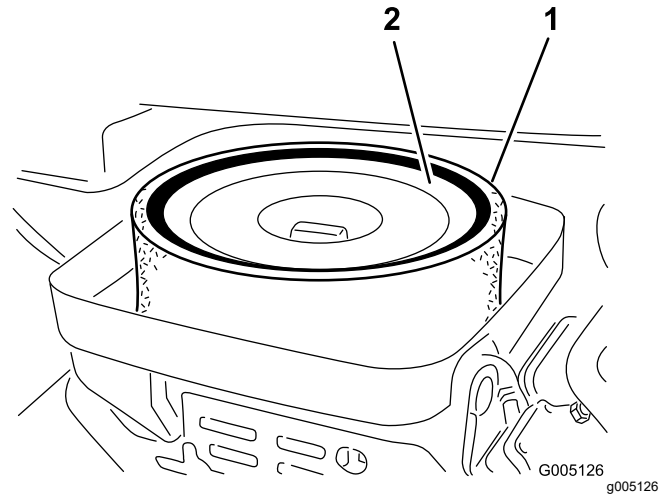

Figura 29
3. Retire la tuerca de orejeta que sujeta los elementos al cuerpo del limpiador de aire (Figura 29).
4. Si el elemento de espuma está sucio, sepárelo del filtro de papel (Figura 29). Límpielo a fondo de la manera siguiente: